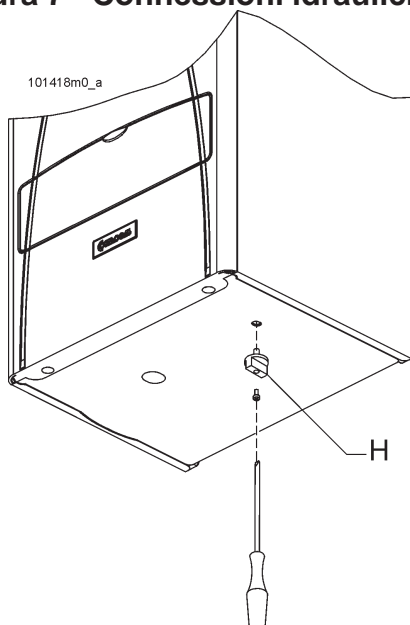

Figura 8 - Montaggio manopola rubinetto di carico
Al momento dell'installazione occorre montare la manopola di comando (H) del rubinetto di carico impianto vedi figura 8.